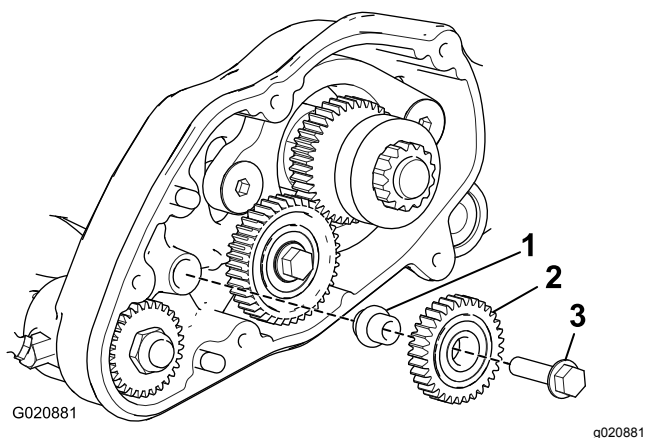

Figure 13
3. Déposez le pignon central, conservez-le mais mettez la douille et le boulon au rebut (Figure 13).